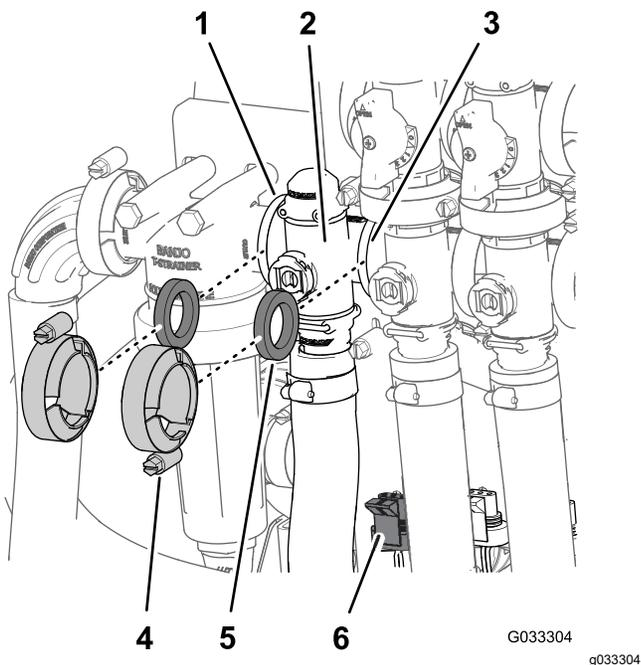

図 68
1. 散布量制御バルブ用のマニホールドを固定しているクランプとガスケットを外す 図 68。